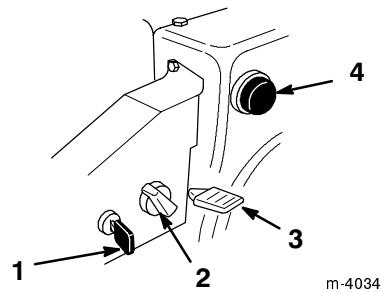

Figure 20
- Clé de contact** (Fig. 20)—Insérez la clé dans le commutateur d'allumage avant de mettre le moteur en marche à l'aide du lanceur. Pour couper le moteur, retirez la clé de contact.
- Starter** (Fig. 20)—Pour mettre en marche un moteur froid, tournez la commande de starter dans le sens des aiguilles d'une montre à la position “On” (en service). A mesure que le moteur se réchauffe, tournez progressivement le starter dans le sens contraire des aiguilles d'une montre à la position “Off” (hors service).
- Commande d'accélérateur** (Fig. 20)—Déplacez la manette vers le haut pour augmenter le régime du moteur, ou vers le bas pour le réduire. Abaissez complètement la manette pour arrêter le moteur.
- Amorceur** (Fig. 20)—Appuyez sur l'amorceur pour envoyer une petite quantité d'essence dans le moteur afin de faciliter le démarrage par temps froid.
2. Retirez la clé de contact du commutateur d'allumage (Fig. 20)
3. Enlevez le bouton de starter (Fig. 20).
4. Tournez le starter en position "On" (en service) (Fig. 20).
5. Insérez la clé de contact (Fig. 20).
6. Couvrez l'orifice central de l'amorceur (Fig. 20) avec le pouce et appuyez lentement sur l'amorceur à trois reprises.
8. Dès que le moteur a démarré, tournez le starter (Fig. 20) à la position 3/4. A mesure que le moteur se réchauffe, tournez le starter à la position 1/2. Quand le moteur est suffisamment chaud, tournez le starter à la position "Off" (hors service).
6. Fermez le robinet d'essence (Fig. 20).